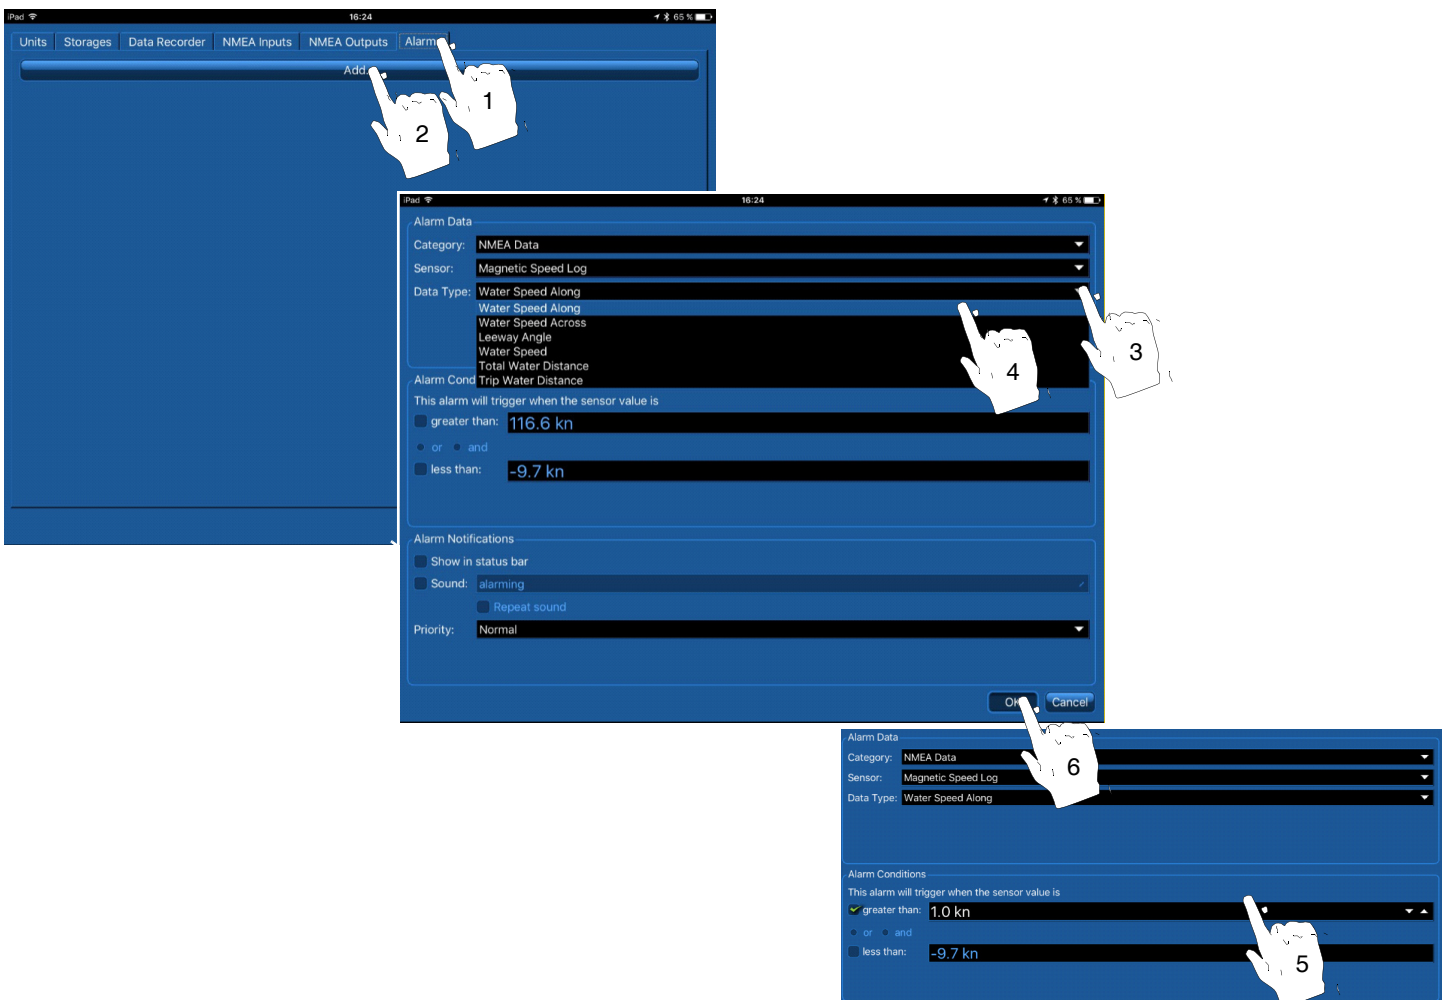

Figure 28. Setting an Alarm
2. Touch the **Alarms** tab (Figure 28).